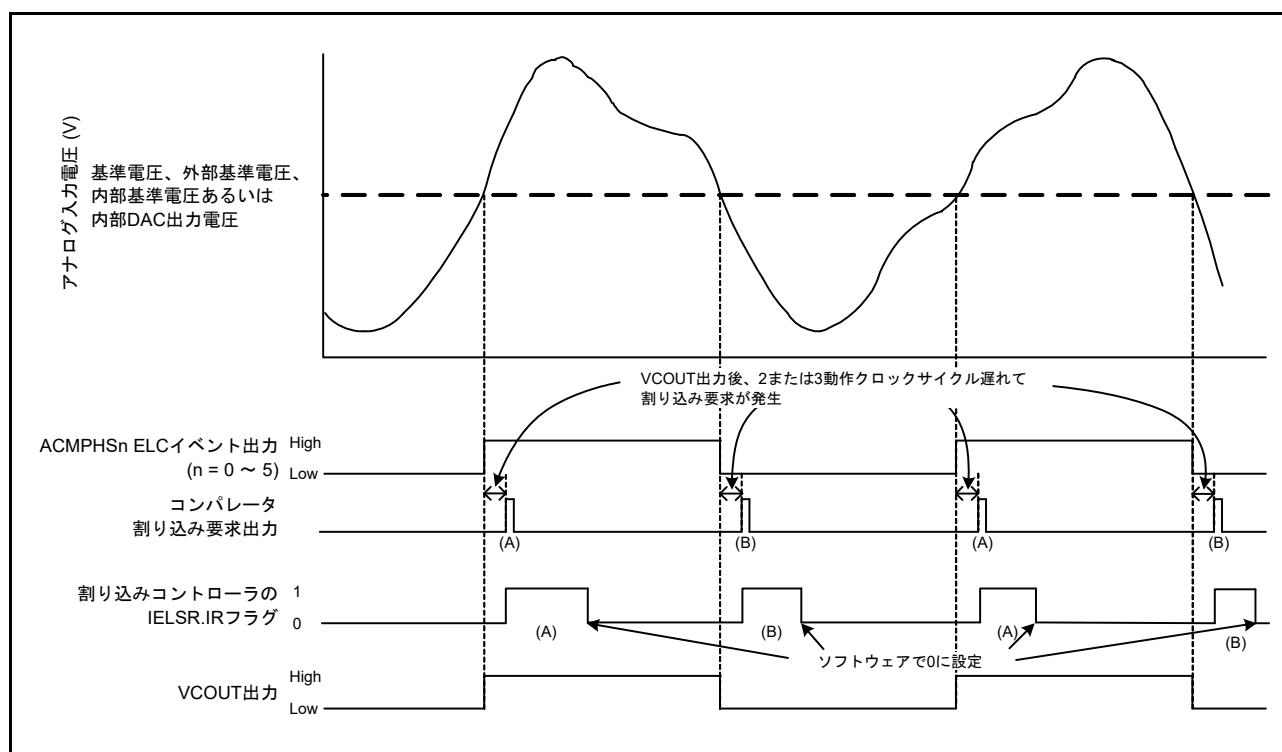

図 45.2 ACMPHS の動作例
ACMPHS の動作例を図 45.2 に示します。アナログ入力電圧が ACMPHS 基準入力電圧より高くなると VCOOUT 出力は 1 になり、低くなると 0 になります。ACMPHS 出力が変わると、割り込み要求および ELC イベントが出力されます。
図 45.2 は $CPOE = 1$ (端子出力許可)、 $CDFS[1:0] = 00b$ (フィルタ不使用)、および $CEG1 = CEG0 = 1$ (両エッジ検出を選択) の場合に適用されます。 $CINV = 0$ 、 $CEG0 = 1$ 、 $CEG1 = 0$ (ACMPHS からの非反転出力信号の立ち上がりエッジ検出を選択) の場合、IELSR.IR フラグは (A) で示されるように変化します。 $CINV = 0$ 、 $CEG0 = 0$ 、 $CEG1 = 1$ (ACMPHS からの非反転出力信号の立ち下がりエッジ検出を選択) の場合、IELSR.IR フラグは (B) で示されるように変化します。 $CPOE = 1$ の場合、VCOUT は ELC イベント出力を直接出力します。